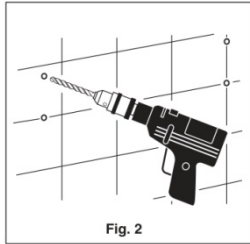

Fig. 2
2. Take away the mounting plate after marking is done. Start to drill holes at the marked screw locations, Fig.2.
2. Retirer la plaque de montage une fois le marquage terminé. Commencer à percer des trous aux emplacements de vis marqués (fig. 2).
2. Quita la placa de montar y haz los hoyos donde ya ha marcado, Fig.2.